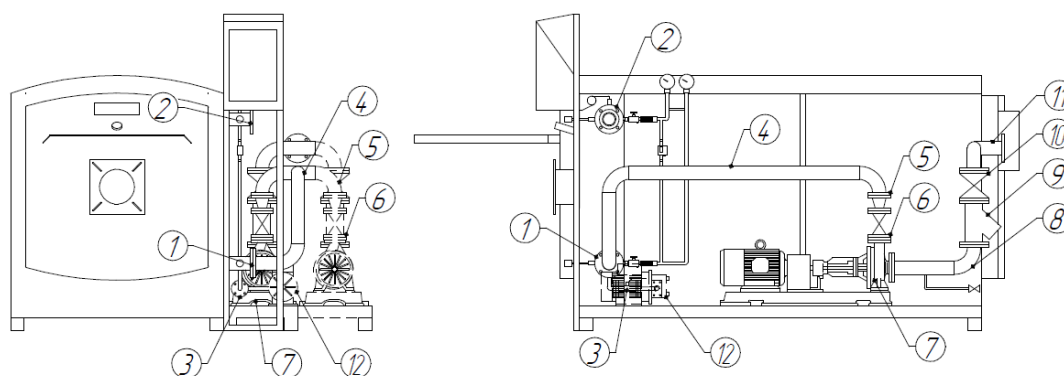

Рис. 15 Схема сборки элементов трубопроводов и запорной арматуры входящие в комплектацию котла
- Обвязку производить согласно (Рис. 15). Установить на выходной фланец циркуляционного(ых) насоса(ов) (7) запорный кран (6) соответствующего выходному диаметру; На запорный(е) кран(ы) (6) установить переход (5); Соединить нагнетательный патрубок (4) с фланцем входного патрубка котла (1) и переходом (5). На входной фланец циркуляционного(ых) насоса(ов) (7) установить приёмный патрубок (8), фильтр сетчатый (9), запорный кран (10) и переход-соединитель (только в комплектации с двумя насосами) (11). Все фланцевые соединения собирать через графитовые прокладки, предварительно смазанные графитовой смазкой. Крепление и протяжку фланцевых соединений производить с применением крепежных болтов с гайками М16.
- Соединить насос закачки-откачки (12) с вентилем слива теплоносителя из котла (3) через быстросъемное соединение. При заполнении котла теплоносителем к насосу закачки-откачки (12) соединить гибкий рукав через быстросъемное соединение. При необходимости слива теплоносителя из системы (только при охлажденном теплоносителе) можно оперативно развернуть насос закачки-откачки (12) через быстросъемные соединения.